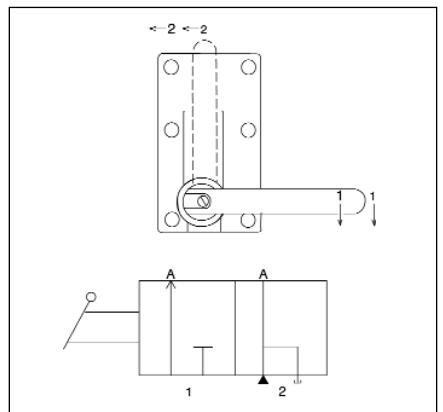

図7
- 図7に示すように、バルブハンドルを1位置へ切り替えます。
7. 必要に応じて、作動油を追加します。図7参照。